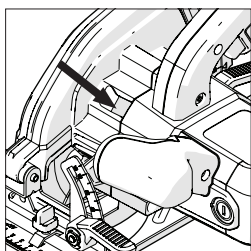

Fig. 3
- Localizzare il pulsante di blocco mandrino (posizionato in modo simile su tutti i modelli). Bloccare il mandrino della sega mettendo in funzione detto pulsante di blocco. (Fig. 3).